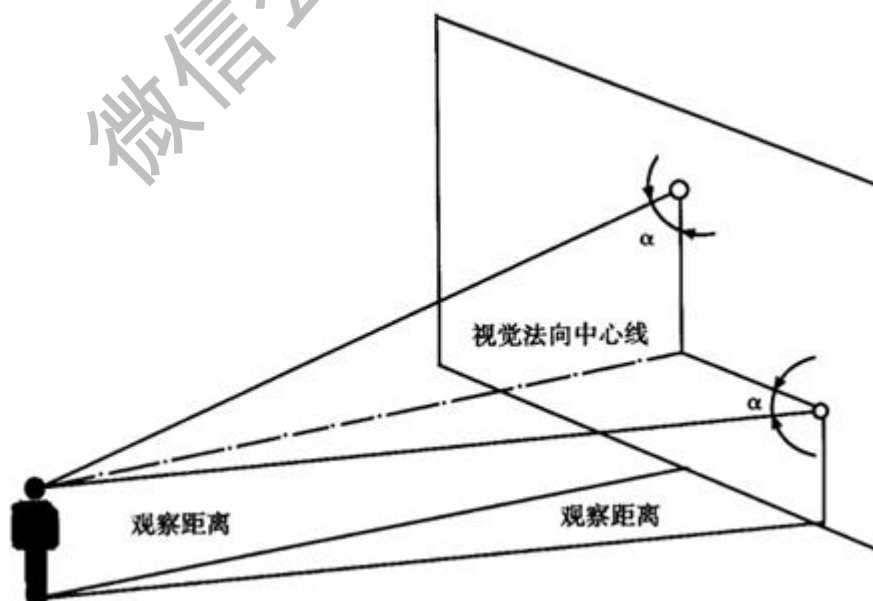

图 A. 10 警示标识平面与视线夹角  $\alpha$  不低于  $75^\circ$  角
A. 3. 2. 3 警示标识（不包括警示线）的平面与视线夹角应接近  $90^\circ$  角，观察者位于最大观察距离时，最小夹角不低于  $75^\circ$  角，如图 A. 10 所示。